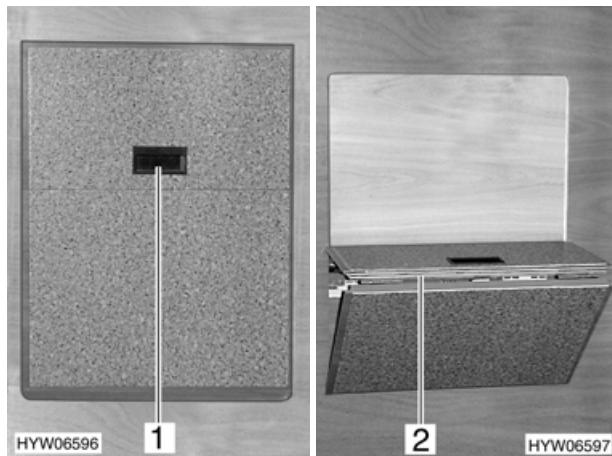

Bild 42 Trittstufe, Heckbett
- In Griffmulde (Bild 42,1) greifen und nach vorne ziehen.
- Trittstufe (Bild 42,2) nach unten führen, bis sie am Anschlag aufliegt.